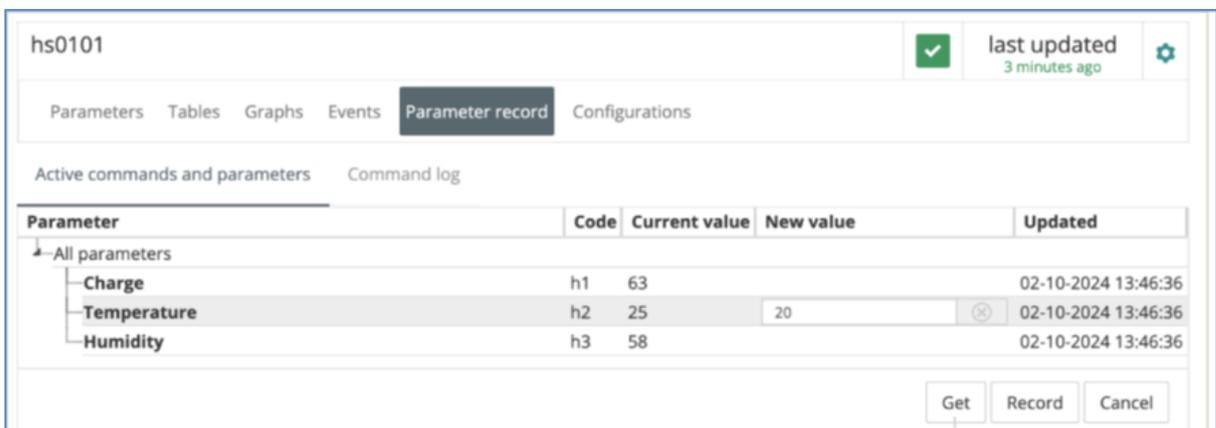

Abb. 15.24
- Öffnen Sie das Register **Write parameters** und wählen Sie den Parameter aus (Abb. 15.24).